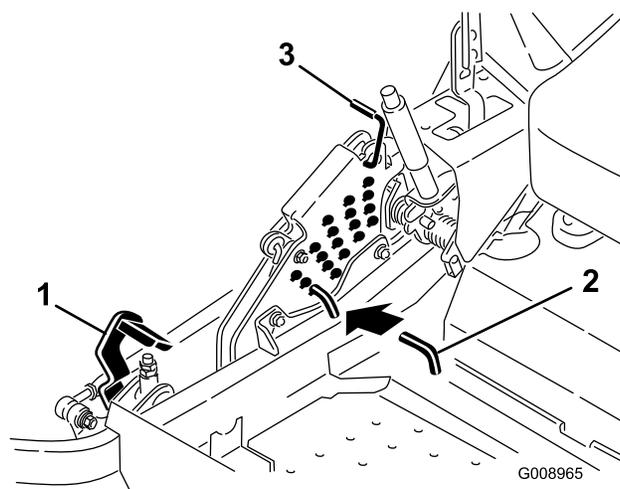

Figure 84
5. Enfoncez la pédale de relevage du tablier de coupe au maximum pour verrouiller le tablier à la position de transport de 14 cm (5 1/2") (Figure 84).